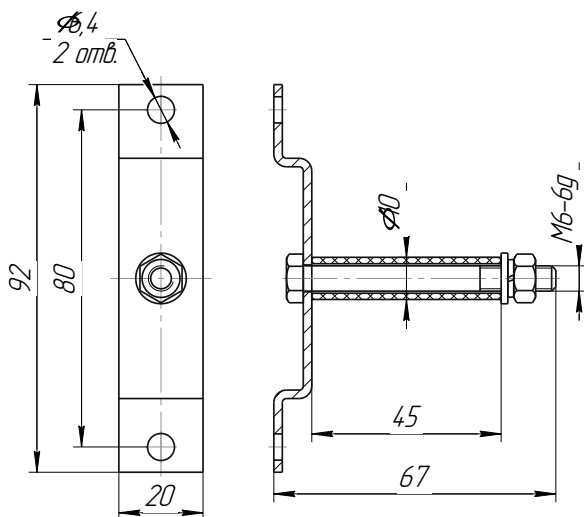

Рисунок 2.1 - Кронштейн заземляющего проводника
2.3.4.3 Для удержания заземляющего проводника при отсутствии подключения к объекту заземления рекомендуется использовать два кронштейна (рисунок 2.1): - зажимы заземляющего проводника «цепляется» за кронштейны.
2.3.8.8 Для удобства хранения заземляющего проводника, рядом с индикатором или в другом удобном месте, рекомендуется установить кронштейны - см. 2.3.4.3, рисунок 2.1 (при необходимости, возможности установки и наличии).